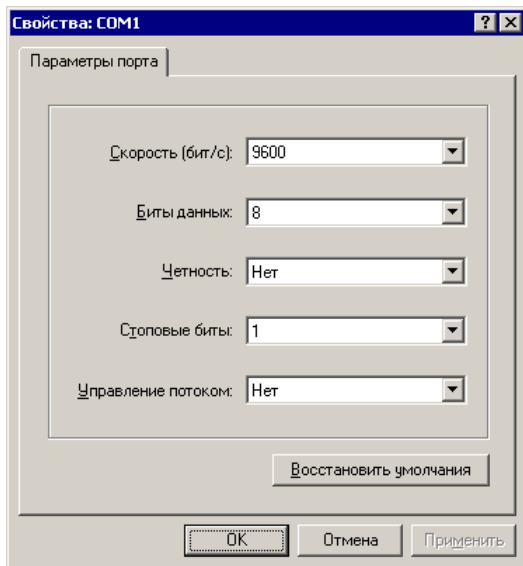

Рисунок 7 – Окно настройки параметров соединения HyperTerminal
6.2.1 Запустите на компьютере программу эмуляции терминала, например HyperTerminal в Windows (рисунок 7). Установите скорость соединения 9600 бит/с, количество бит данных – 8, четность – нет, количество стоповых битов – 1, управление потоком – нет.